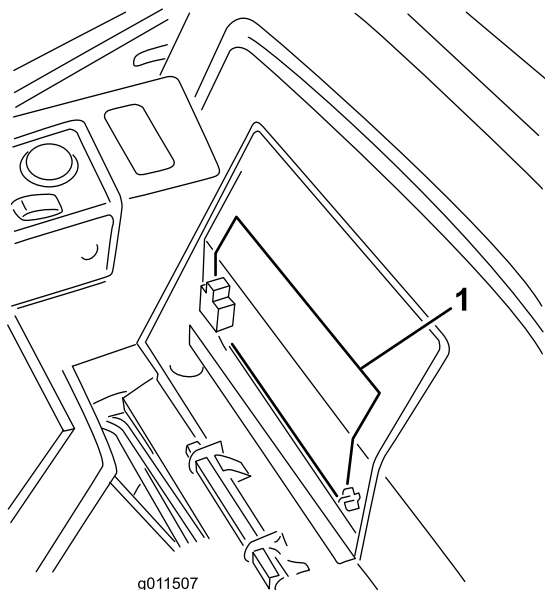

Figura 56
2. Retire la tapa de la batería (Figura 56).